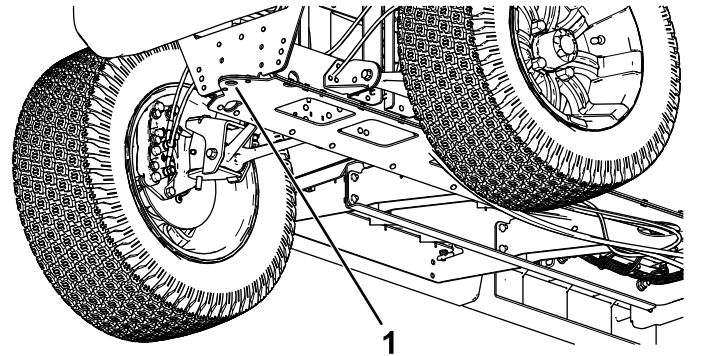

Bild 28
- Die vordere Hebestelle der Maschine befindet sich vorne am Rahmen hinter der Anhängerkupplung (Bild 28).